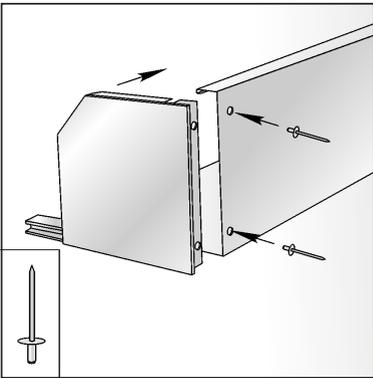

Abb. 15
- Positionieren Sie Aluminiumniete $\varnothing 4 \times 10$ in den Löchern und vernieten Sie den hinteren Deckel des Rollladenkastens mit den Deckeln (Abb. 15);